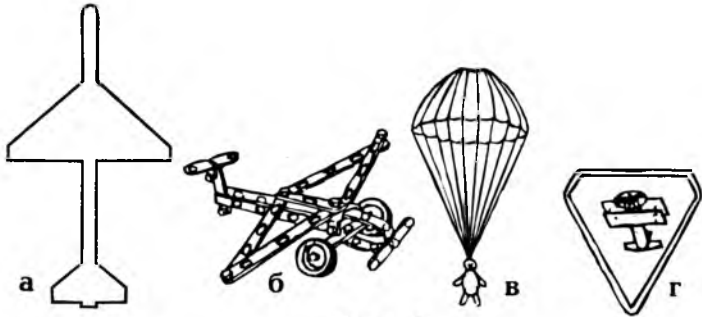

Рис. 7
б) макет літака, планера, гелікоптера з деталей технічного конструктора (рис. 7, б).
2. Пошити з шовкової тканини парашут (рис. 7, в). Бажано також виліпити з пластиліну фігурку парашутиста.
3. Виготовити з фольги способом тиснення за власним задумом емблему авіамаршруту (рис. 7, г).